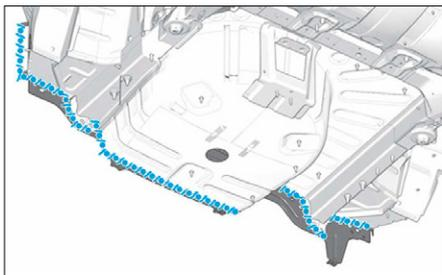
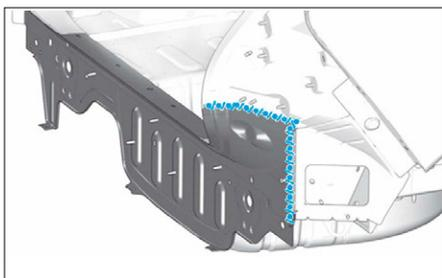

FIG. 183
FIG. 184
- une couche d'impression phosphatante sur la zone mise à nu (Fig.183) et (Fig.184),